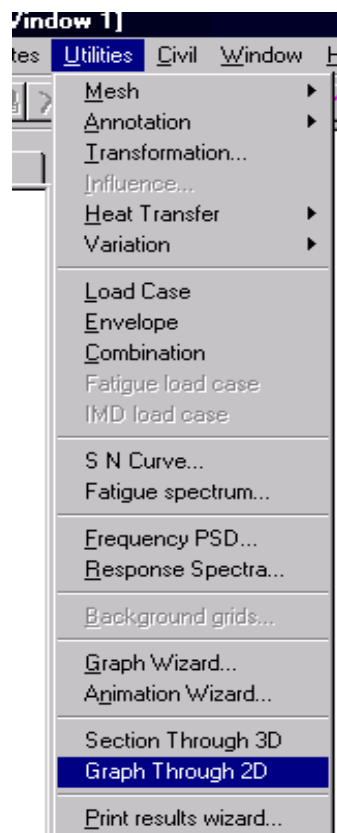

Fig. 58
- se aduce modelul în planul lui (XY)
- se deschide meniul **Utilities**, opțiunea **Graph through 2D** (fig. 58)